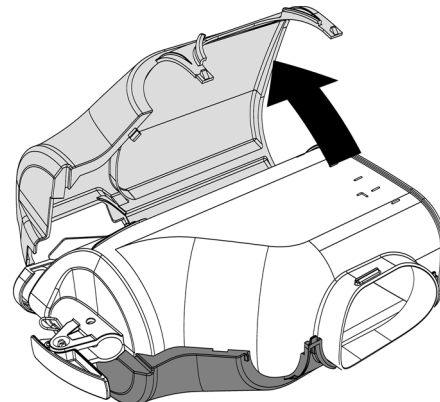
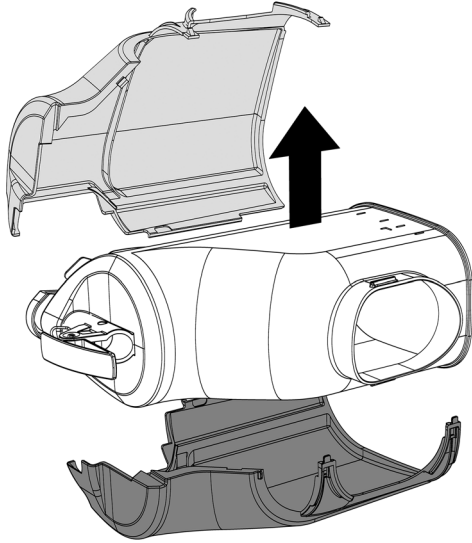

Bild 4
Bild 5
- 2** Erst die linke Seite der Abdeckung und dann die rechte abnehmen. (Bild 4)(Bild 5).